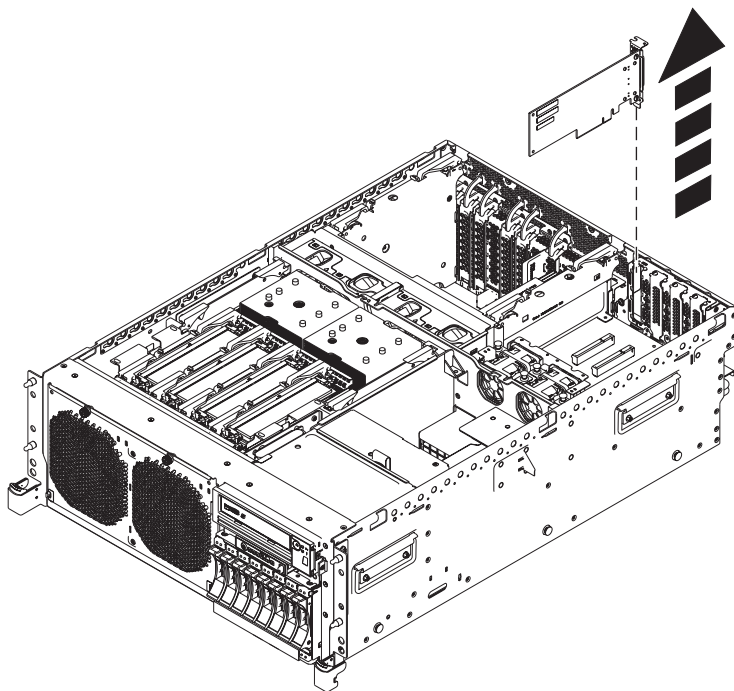
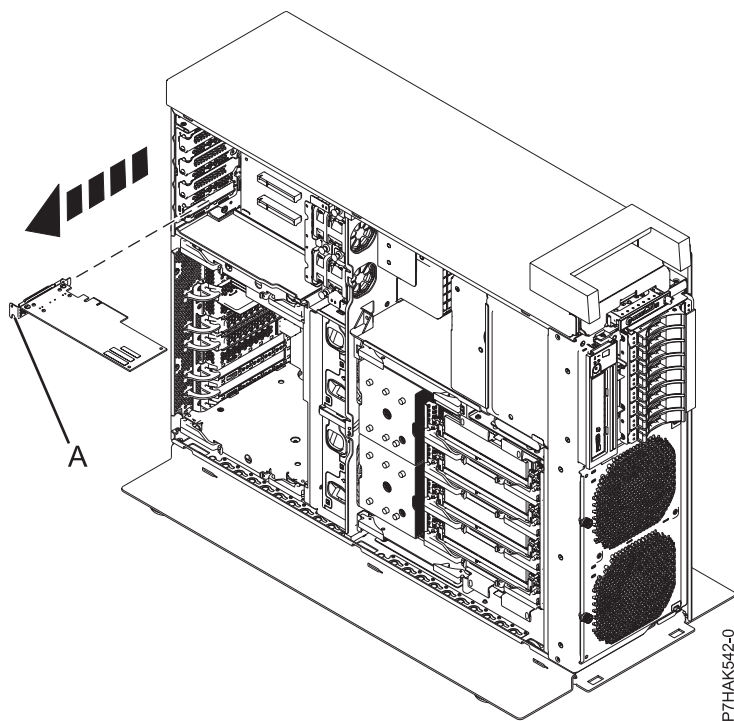

Figura 9. Remover um adaptador PCI de um riser de expansão num sistema instalado em bastidor
Figura 10. Remover um adaptador PCI de um riser de expansão num sistema autónomo
13. Se o sistema tiver um riser de expansão, poderá puxar o adaptador PCI de baixo perfil pelo contraponto (A), conforme demonstrado em Figura 9 na página 13 e Figura 10 na página 13.